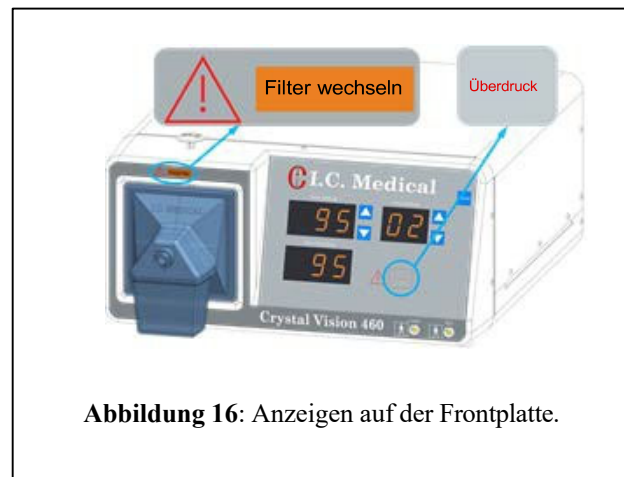

Abbildung 16: Anzeigen auf der Frontplatte.
8. Die Anzeige FILTER WECHSELN befindet sich über dem Filter (Abbildung 16). Sie leuchtet auf, wenn der Durchfluss in das CRYSTAL VISION® Gerät verringert ist. Der **SAFEGUARD BLUE®** hydrophobe ULPA-Filter mit eingebauter Flüssigkeitsfalle sollte ersetzt werden, wenn dieses Licht zum ersten Mal aufleuchtet. Versuchen Sie nicht, den **SAFEGUARD BLUE®** hydrophoben ULPA-Filter mit eingebauter Flüssigkeitsfalle zu reinigen oder wiederzuverwenden.
9. VERSTOPFUNG zeigt an, dass der Fluss in das CRYSTAL VISION® Gerät gestoppt hat (Abbildung 16). Zu diesem Zeitpunkt leuchtet auch die Anzeige FILTER WECHSELN auf. Der Bediener sollte nach geknickten Schläuchen, ausgeschalteten Absperrhähnen, verstopftem Insufflator, einem veralteten großen Ausgangsfilter mit Aktivkohle aus Kokosnuss-Schalen oder einem vollständig verstopften **SAFEGUARD BLUE®** hydrophoben ULPA-Filter mit eingebauter Flüssigkeitsfalle suchen. Um einen Pumpenausfall zu vermeiden, wird die CRYSTAL VISION® Pumpe nicht aktiviert, wenn diese Lampe leuchtet.